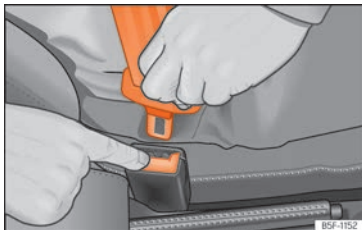

Fig. 11 Relâcher la languette du boîtier de verrouillage la fermeture de la ceinture.
- Appuyez sur la touche rouge sur le boîtier de verrouillage » **fig. 11**. Le pêne sera expulsé du boîtier de verrouillage.